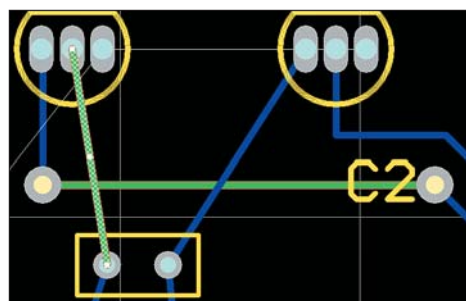

Рис. 11. Изменение параметров сегмента проводника
2. Зададим в выпадающем списке Layer новый слой Top Layer и нажмем кнопку ОК. Обратите внимание, что цвет пересекающихся проводников изменился на зеленый (рис. 11), что говорит о том, что дан-